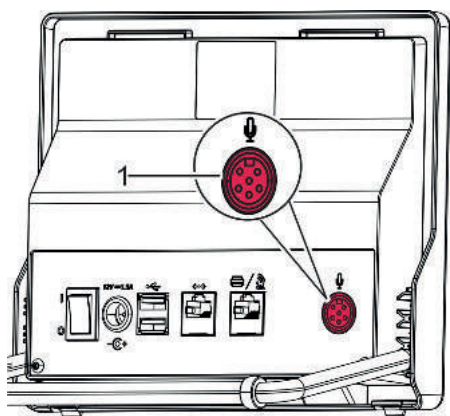

Abb. 39: Mikrofonkabel entfernen
2. ➤ Mikrofonkabel aus dem Mikrofonanschluss (Abb. 39/1) ziehen.